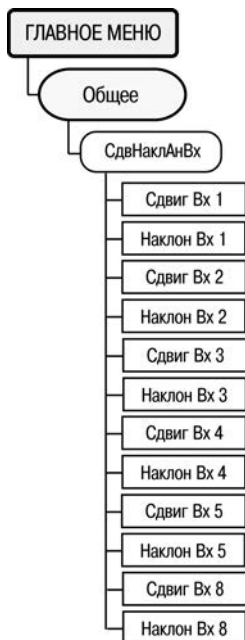

Рисунок 6.24
6.13.9 Параметры, определяющие коррекцию измеренных характеристик, задаются через пункт меню **//Общее//СдвНклАнВх. {N} = 1 – 5, 8** (рисунок 6.24) для аналоговых входов **1 – 5, 8** соответственно.